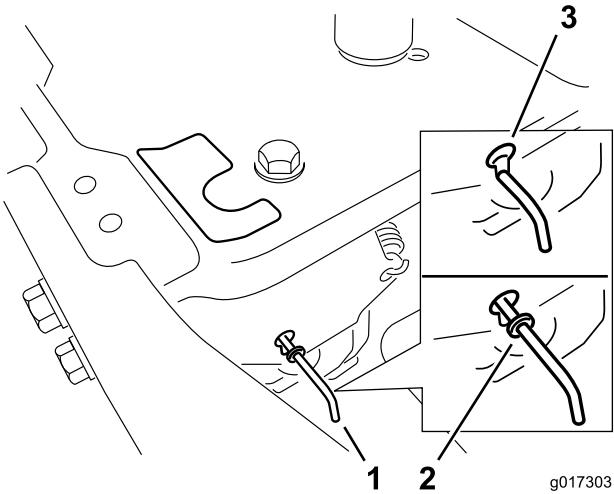

Figura 28
4. Mueva las palancas de desvío hacia delante a través del orificio y hacia abajo para bloquearlas en esa posición (Figura 28).
Mueva las palancas de desvío hacia atrás a través del orificio y hacia abajo para bloquearlas en esa posición, según se muestra en la Figura 28.